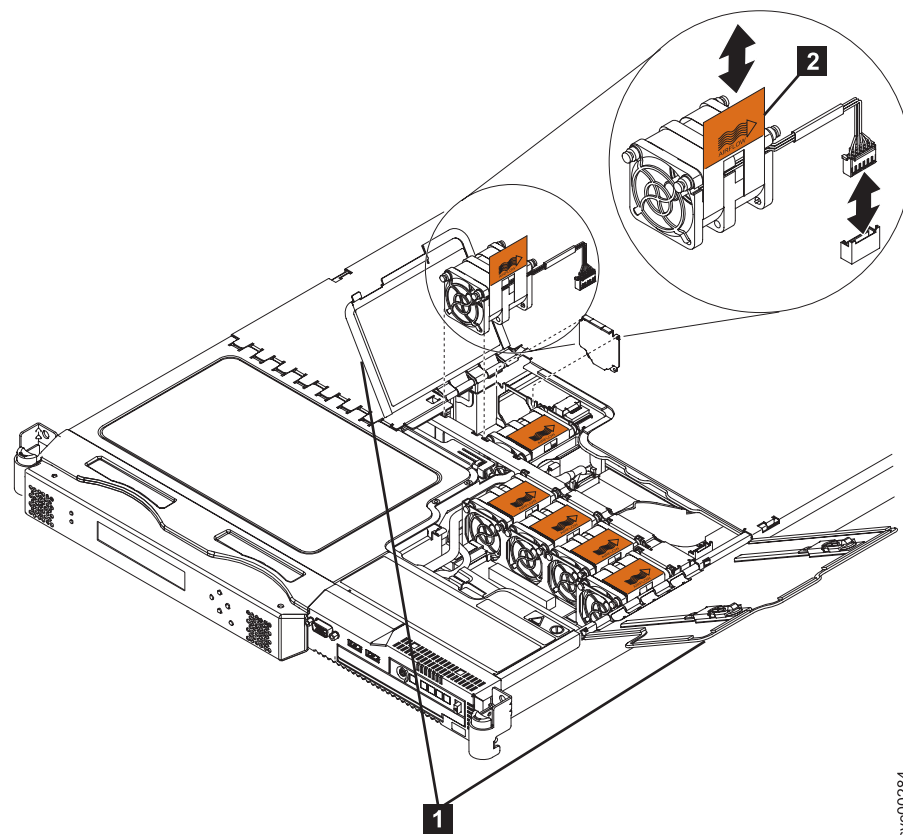

図 218. SAN ボリューム・コントローラー 2145-8G4 ファン・ドア、ロケーション、およびコネクター
2. ノードを前方にスライドさせて、ファン・ドア (図 218 の **1**) にアクセスします。
5. 障害のあるファンのオレンジ色のタブ (637 ページの図 218 の **2**) を引き出して、ノードからファンを持ち上げます。